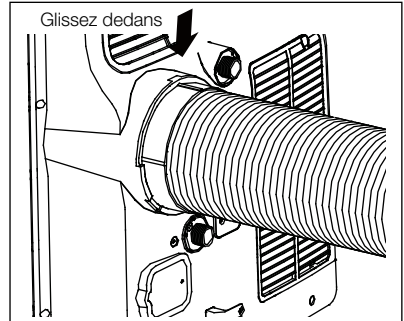

Fig. 8
- Glissez ce montage sur l'appareil (Fig. 8).